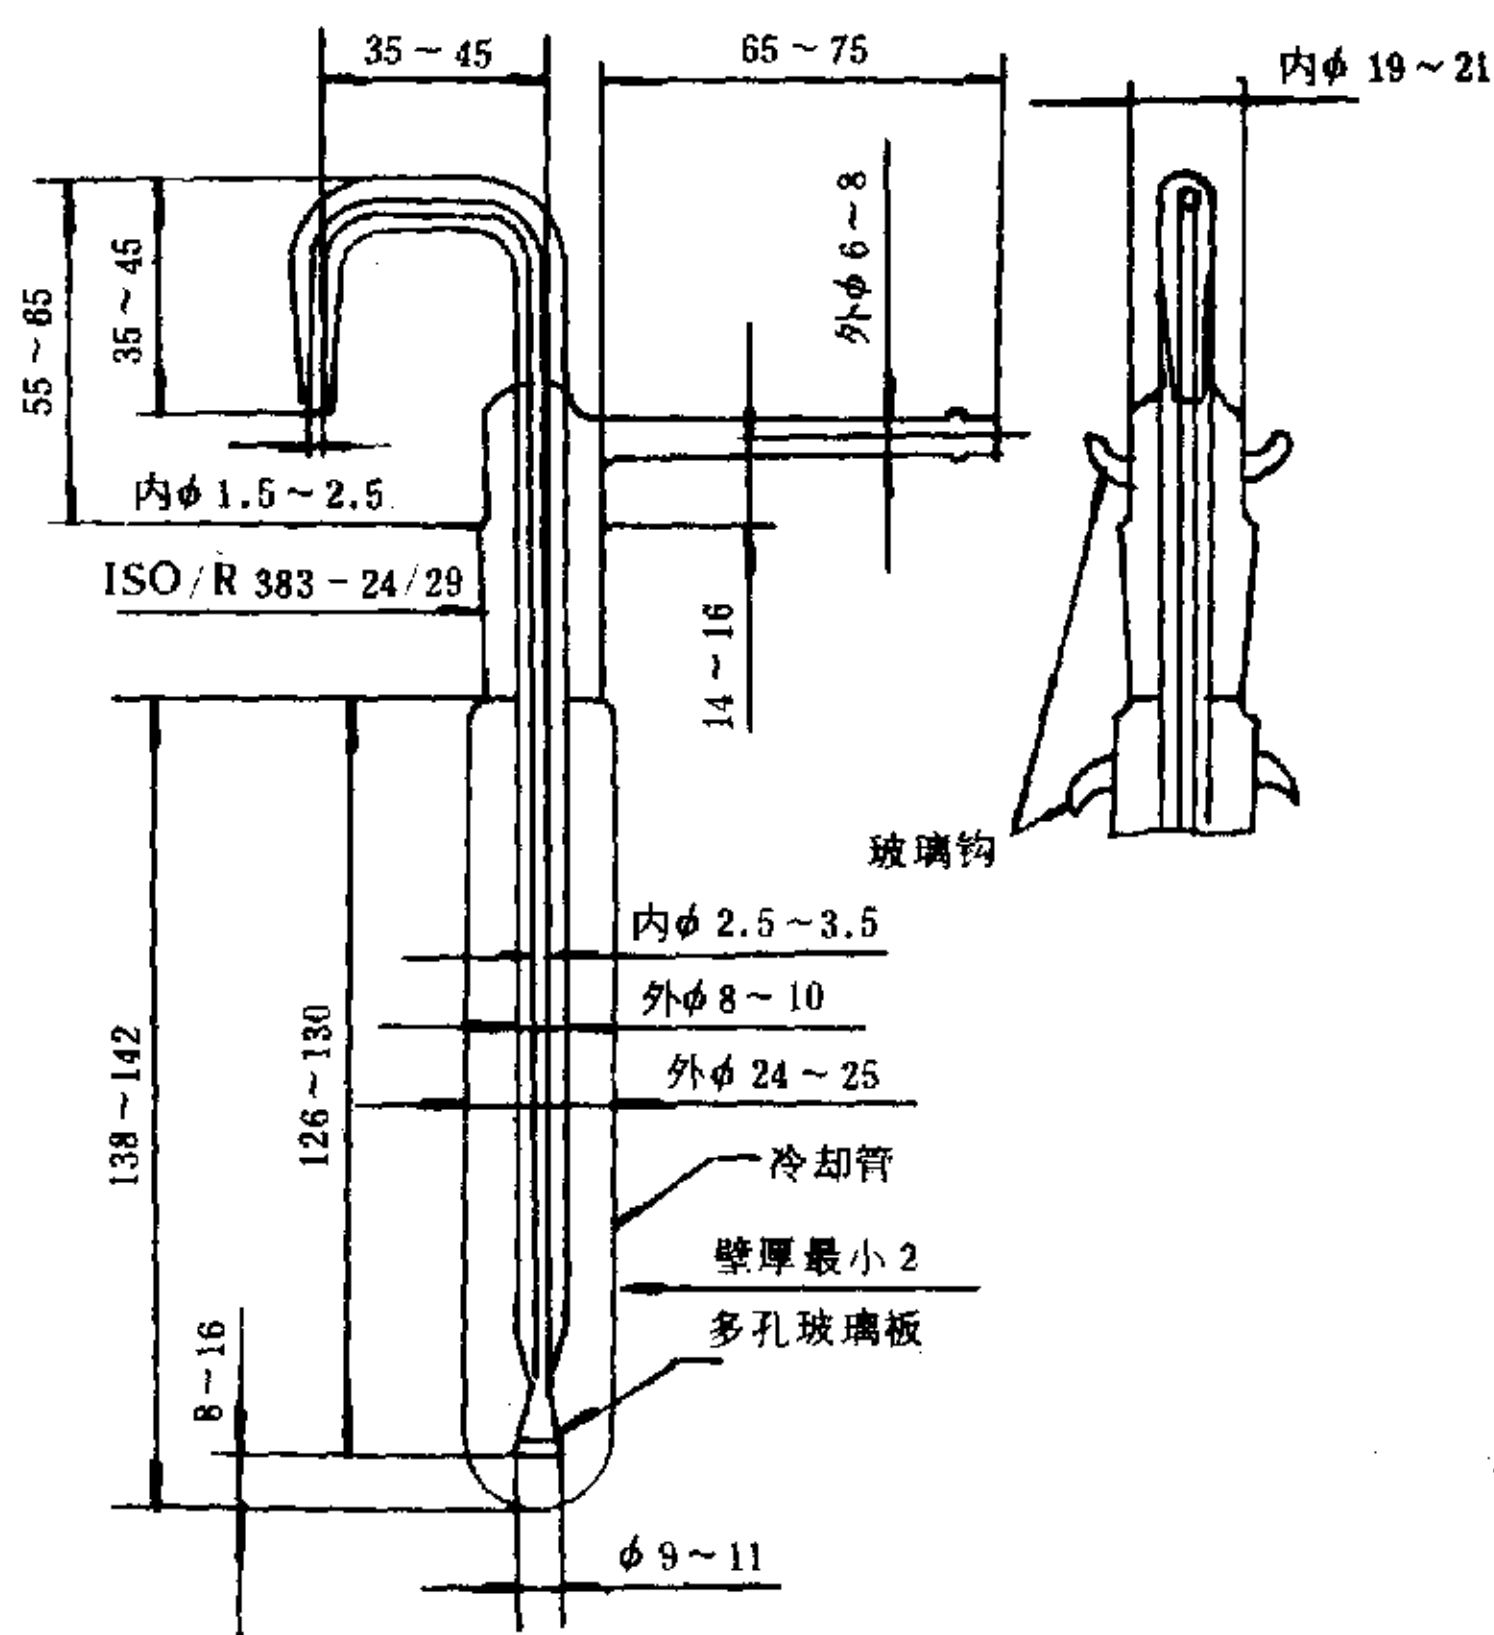

图1 过滤管
1.1 过滤管：包括管式浸液滤器和试管（图1），并用磨口连接。管式浸液滤器按附录A方法测定滤片孔径为10~15微米；试管直径25毫米，长170毫米。